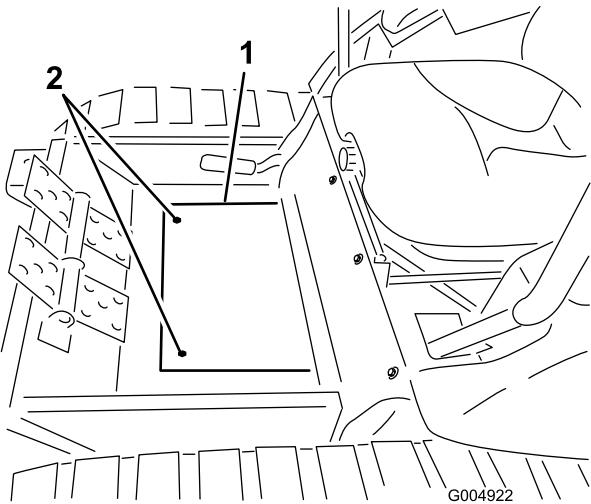

Figure 16
3. Retirez les 2 vis qui fixent le couvre-plancher du cadre d'hiver au plancher et déposez le couvre-plancher (Figure 16).